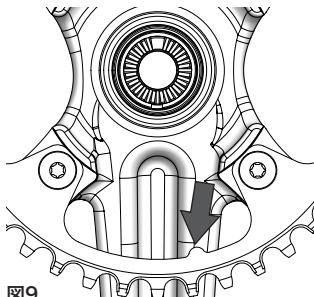

図9
- **エカル GT のみ:** チェーンリングのマークがクランクセットの裏側から見え、矢印が示す歯の部分正しい位置に来るように、チェーンリングをセットします (図9)。